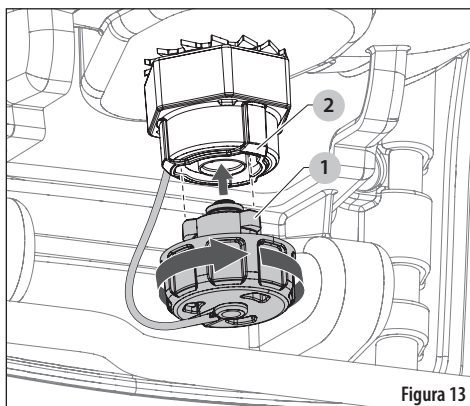

Figura 13
1. Alinee las pestañas (1) del tapón con amarre con la tapa del tanque (2) y haga presión contra la tapa hasta que se detenga.
2. Gire el tapón con amarre en sentido horario y fíjelo en la tapa. Vea la Figura 13.